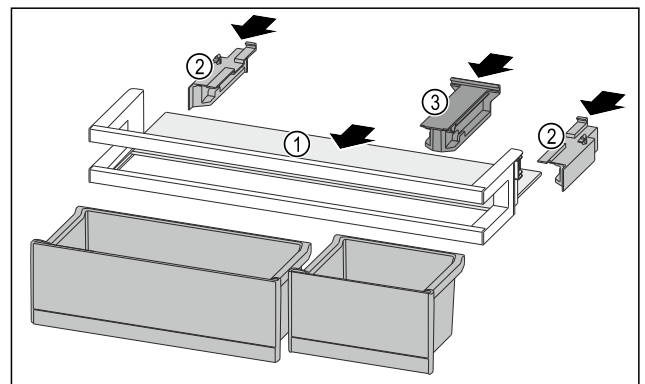

Fig. 119
- ▶ Abstellfläche Fig. 119 (1) in die seitlichen Einsparungen einschieben.
- ▶ Seitenteile Fig. 119 (2) einsetzen.
- ▶ Halteteil Fig. 119 (3) einsetzen.